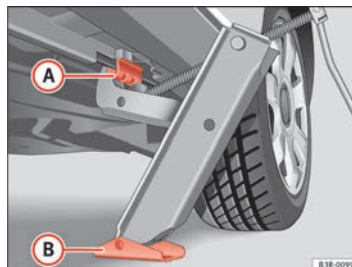

Fig. 197 Cambio de rueda: Gato
- Posicione el gato de modo que su garra envuelva el nervio del larguero inferior ⇒ **página 272, fig. 197** **A** y que la placa base móvil **B** se apoye plana sobre el suelo.